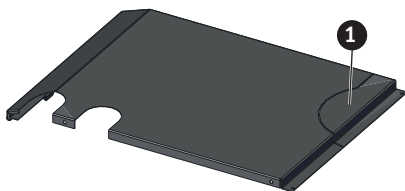

Fig. 113 Coperchio del rivestimento serbatoio dietro – staccare la prepunzonatura se il raccordo gas combusti è rivolto verso l'alto
- ▶ Se il raccordo dei gas combusti è rivolto verso l'alto, staccare la prepunzonatura – Fig. 113. Se il raccordo gas combusti è rivolto verso il retro, non staccare la prepunzonatura.